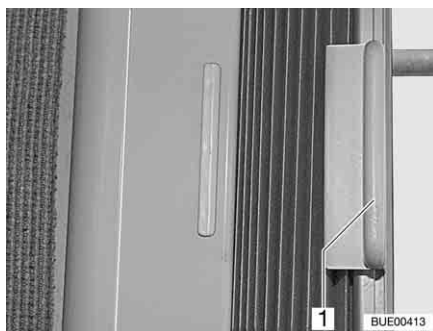

Fig. 38 Tendina oscurante pieghevole
- Tenere la tendina oscurante pieghevole per la maniglia (Fig. 38,1) e spingere verso sinistra o verso destra.